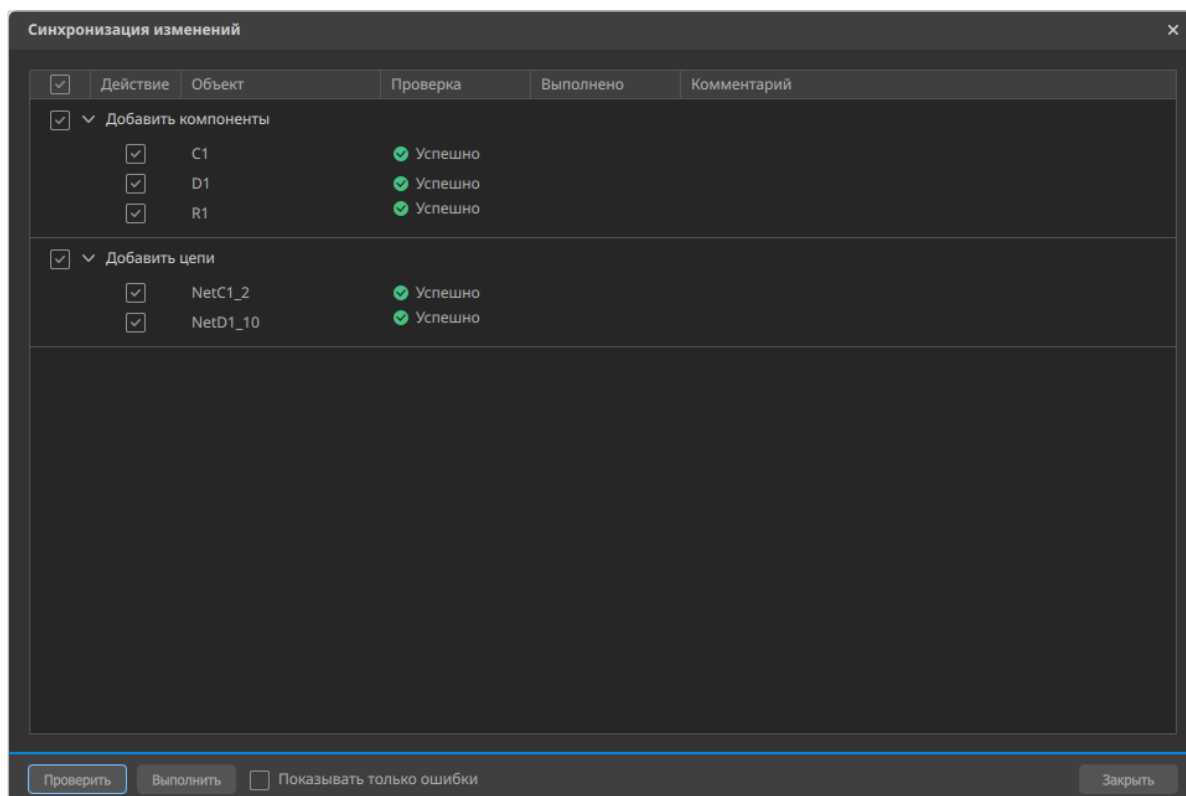

Рисунок 94. Статус проверки в окне «Синхронизация изменений»
- 4) В столбце «Проверка» отобразится возможность применения выбранных изменений (см. рисунок 94).